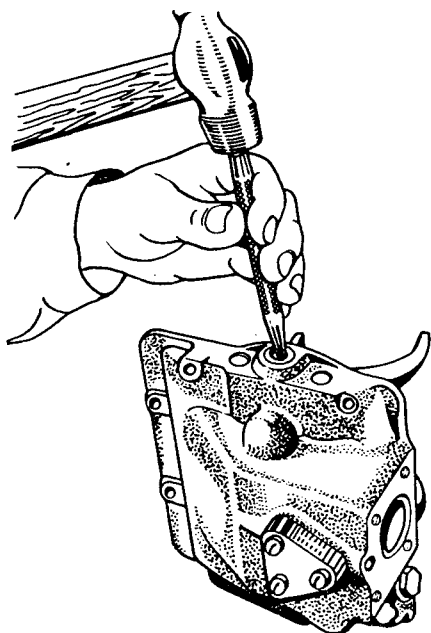

Bild 87. Ausbau der Stopfen für die Schaltschienenbohrungen
2. Drei Verschlußstopfen der Schaltschienenbohrungen an einer Deckelseite entfernen (Bild 87).